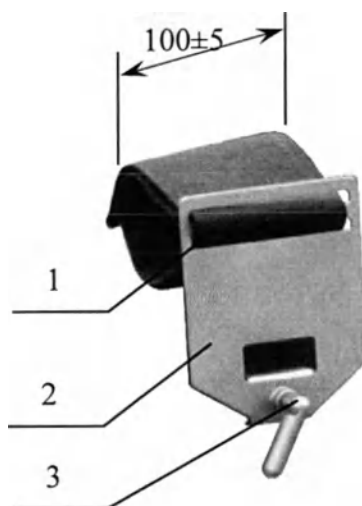

Рисунок 5 – Рукодержатель.
5. Рукодержатель (фиксатор руки) (Рисунок 5). Мягкий синтетический ремень шириной 100 мм с зажимом и нержавеющей креплением к направляющей стола, регулируется положение вдоль панели стола.